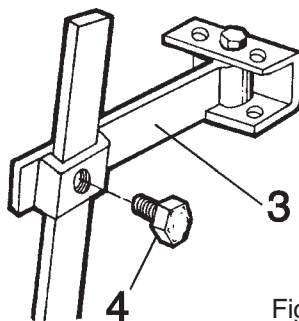

Fig. 4
(Fig. 4)
- Dévisser la vis 4, régler et revisser (Fig. 4).